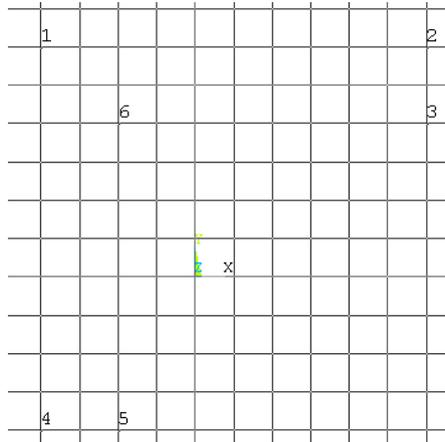

图9.10 生成关键点
(9) 单击 Main Menu>Preprocessor>Modeling>Create>Keypoints>On Working Plane 菜单，用鼠标在图形视窗中按图 9.10 的位置定义 6 个关键点，勾出支架的轮廓，并单击【OK】按钮。